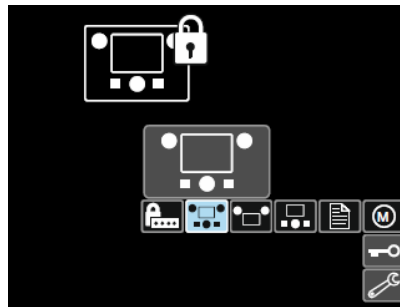

Figura 44.
- Rotiti butonul [11] pentru a alege elementul care va fi blocat, de exemplu – toate componentele interfeței. Vedeti figura 44.